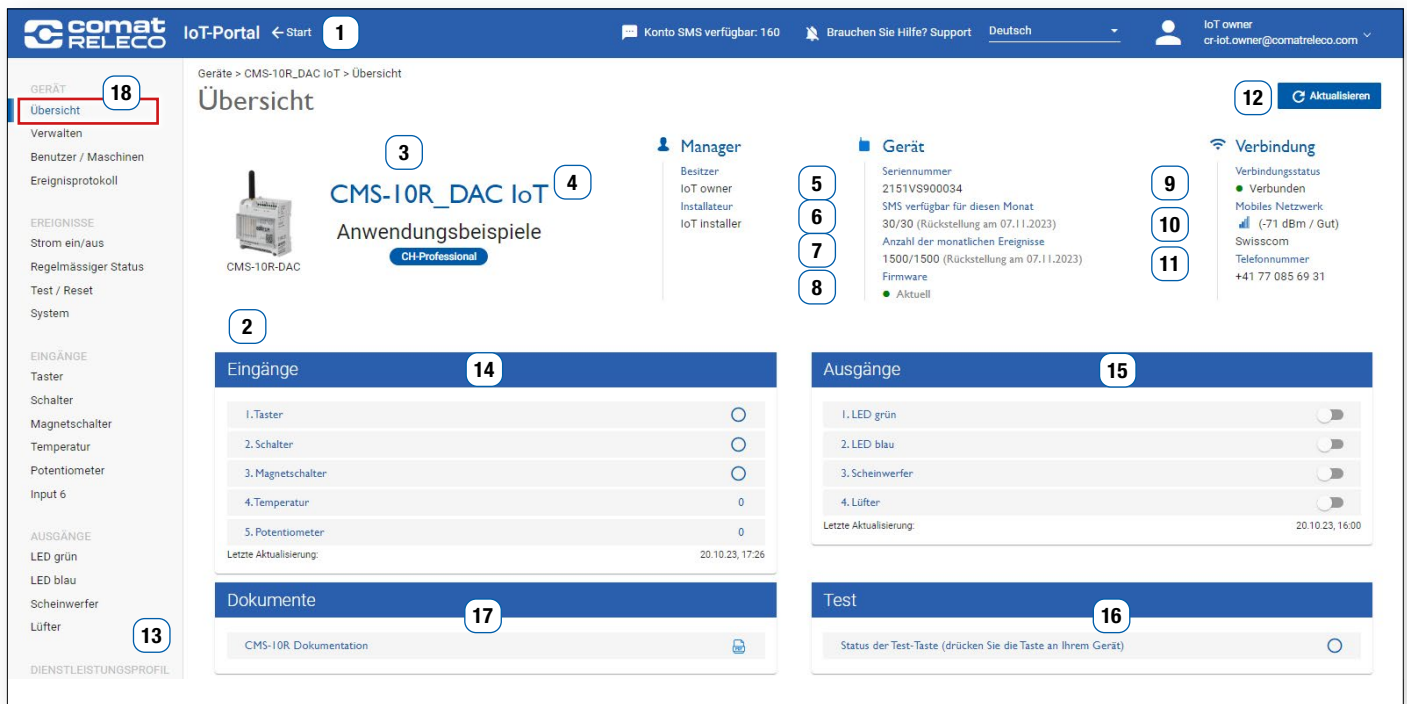

Abbildung 40
Dazu sendet der Nachrichtempfänger per SMS an die Telefonnummer des Geräts (siehe Abbildung 40 (11)) die Meldung **Help**. Danach werden die aktuellen **SMS-Steuerungsnachrichten** von allen Ausgängen (siehe Abbildung 71 (5)), deren Meldung aktiviert ist, an den Nachrichtempfänger zurückgesendet.